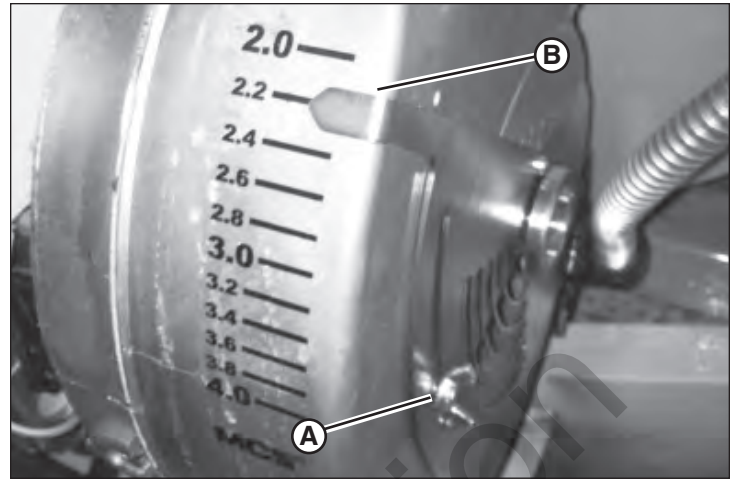

Figura 23
5. El amortiguador se encuentra debajo de la caja de alimentación. Suelte la tuerca de mariposa (A, Figura 23) y mueva el puntero (B) hasta el ajuste del número que se muestra en la pantalla para ajustar el amortiguador. Apriete la tuerca de mariposa.